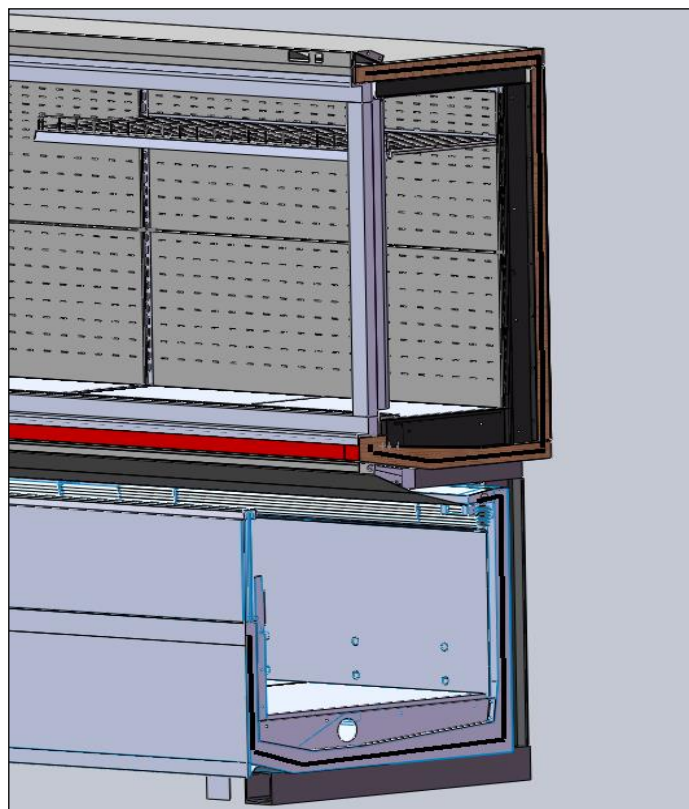

рис. 1
1. Наклеить торцы стыкуемых витрин JASON SE лентой поролоновой 30X6, входящую в комплектацию витрин (рис.1);